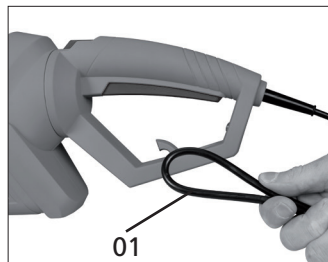
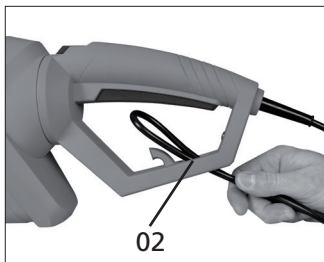

Fig. 03
Fig. 04
1) Para sua segurança e evitar que o cabo elétrico se desconecte do plugue enquanto o trabalho estiver sendo executado, dobre o cabo 1 (Fig. 03) e passe pelo orifício 2 (Fig. 04).